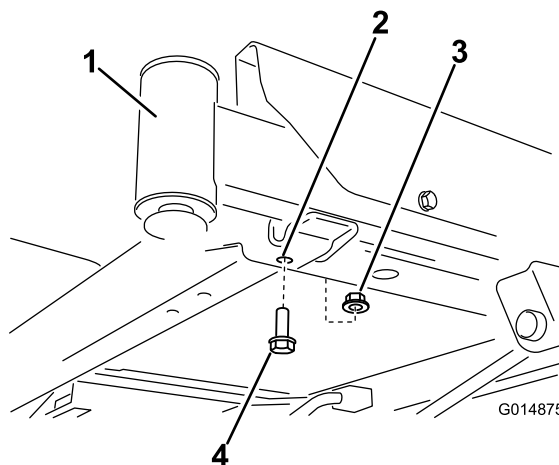
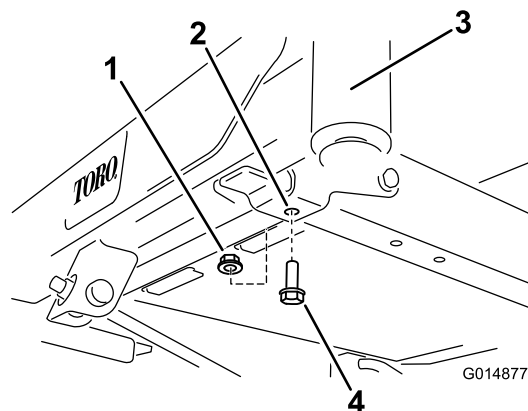

Figura 3
Figura 4
2. Localice los pernos delanteros en la parte inferior del bastidor (Figura 3 y Figura 4). Retire los dos pernos y las dos contratuercas (3/8 pulgada). Guarde las contratuercas.